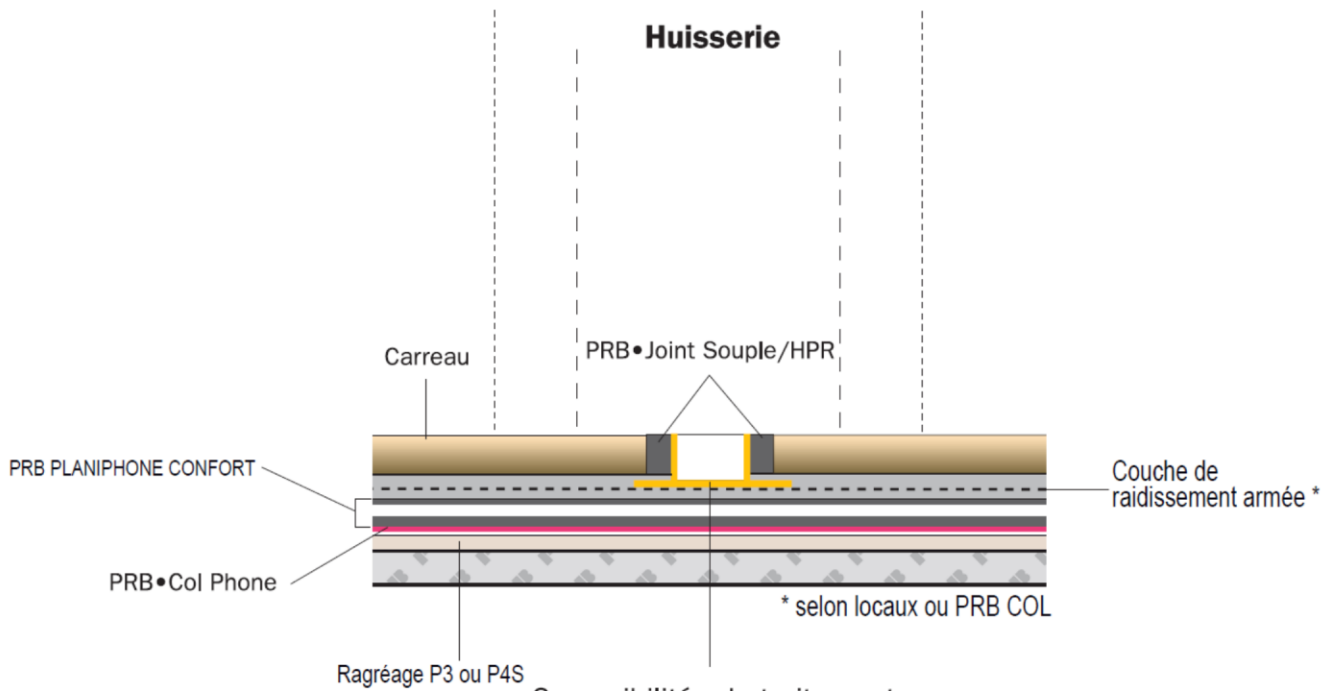

Figure 8 – Traitement des seuils de porte
2.4.4.4. Seuils de porte (cf. figure 8)